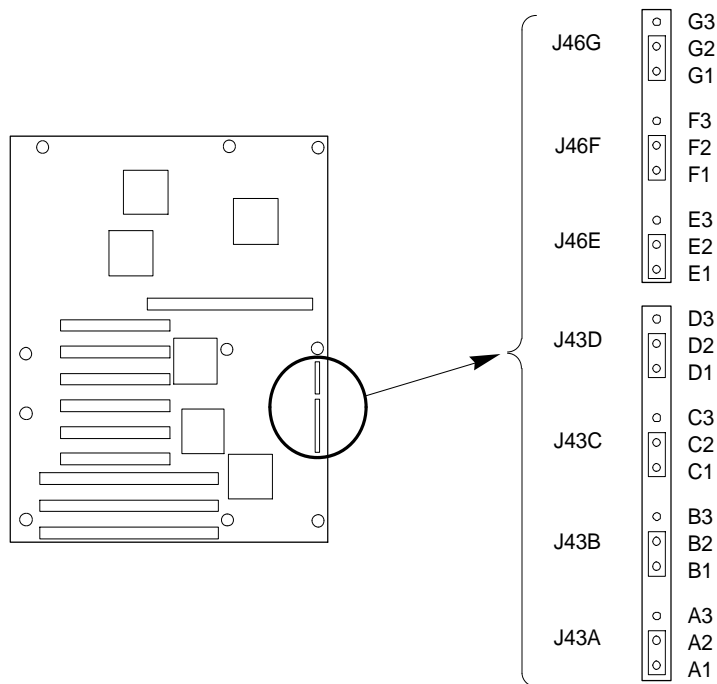

Abbildung 7-2. Steckbrücken der Systemplatine
8. Überprüfen Sie die erforderlichen Einstellungen der Platine, und stellen Sie die Steckbrücken dementsprechend ein. Abbildung 7-2.